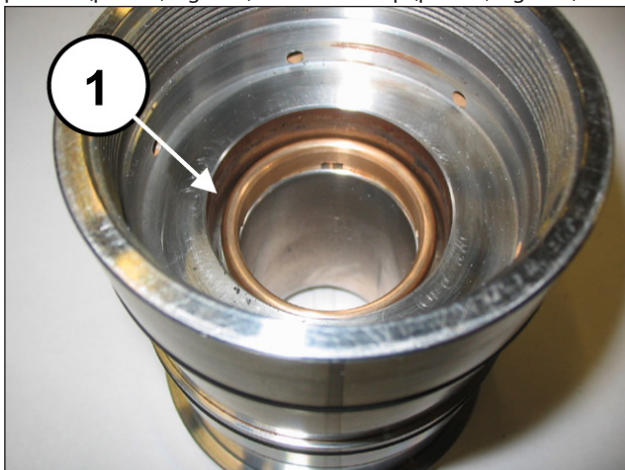

Fig. 150
Monte o anel do cabeçote (pos. ①, Fig. 150), o forro de alta pressão (pos. ①, Fig. 151) e o anel restop (pos. ①, Fig. 152).